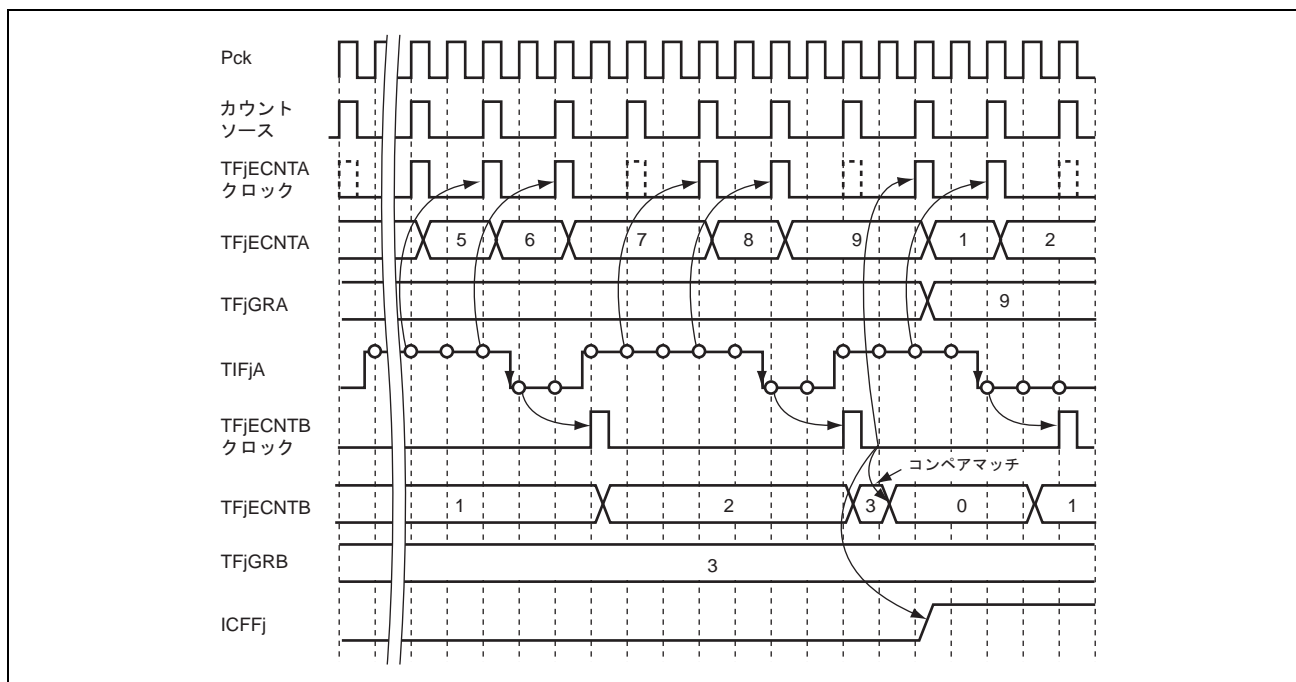

図 21.18 入力"H"レベル期間計測の動作例 (キャプチャ動作時に TIFjA が"H"レベル)
- **TFjECNTA** : クロックバス0~5のいずれかをカウントソースとし、TIFjAをイネーブルとしてカウントアップを行います。すなわち、TIFjAに"H"レベルが与えられている時間を計測します。TFjECNTB カウンタのコンペアマッチの検出後、次のカウントソースクロックに同期してカウント値をクリアします。コンペアマッチによるカウントクリアの際に、TIFjAに"H"レベルが与えられていた場合は、カウント値はH'0000 0100となります。この例を図21.18に示します。